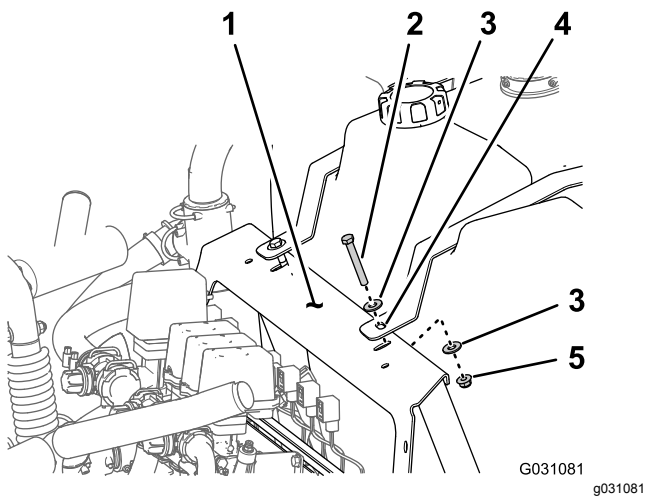

Bild 1
- C. Entfernen Sie die zwei Schrauben ($\frac{3}{8}$ " x $2\frac{3}{4}$ "), zwei Sicherungsbundmutter ($\frac{3}{8}$ ") und vier Scheiben ($\frac{3}{8}$ "), mit denen die Riemen für den Spülbehälter an der Verteilerbefestigung befestigt ist (**Bild 1**).